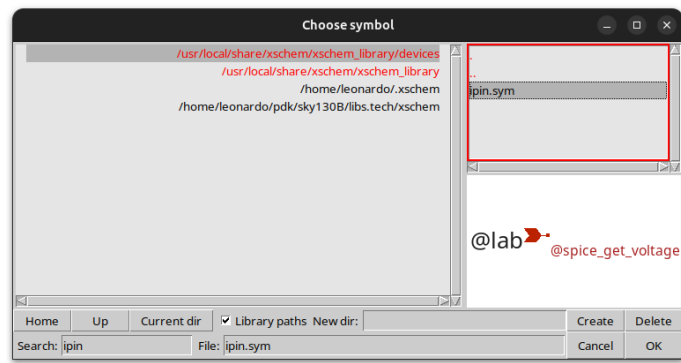

Figura 11: búsqueda de pin (ipin).
10. Conecte la source (S) del PMOS a Vdd. Para ello debe colocar pines de entrada desde la biblioteca. Para buscarlo presionar **shift** + **I** y desde la librería buscar (*ipin*), ver figura 11.